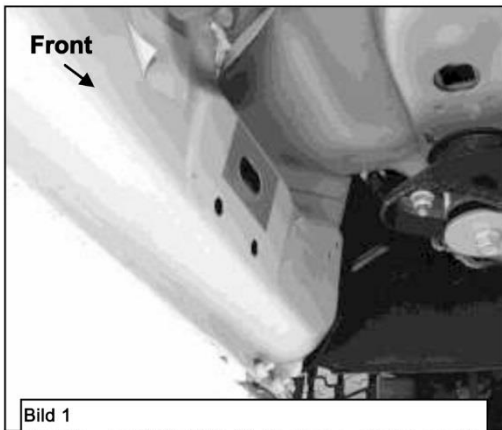

Bild 1
2. Beginnen Sie mit der Montage vorne auf der Fahrerseite des Fahrzeuges. Entfernen Sie das Dichtungsband, das die originalen Befestigungspunkte verdeckt (**Bild 1**).